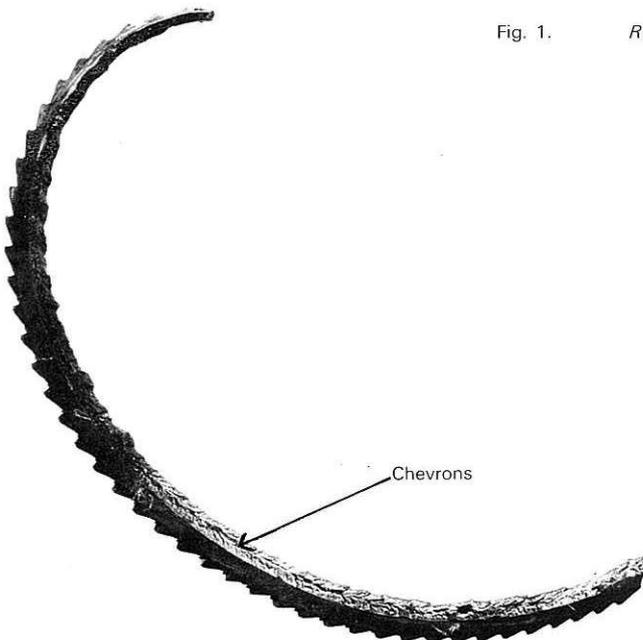

Fig. 2. Rupture dite semi-fragile.
- rupture à chevrons, spécifique d'une rupture dite semi-fragile (fig. 2) ;